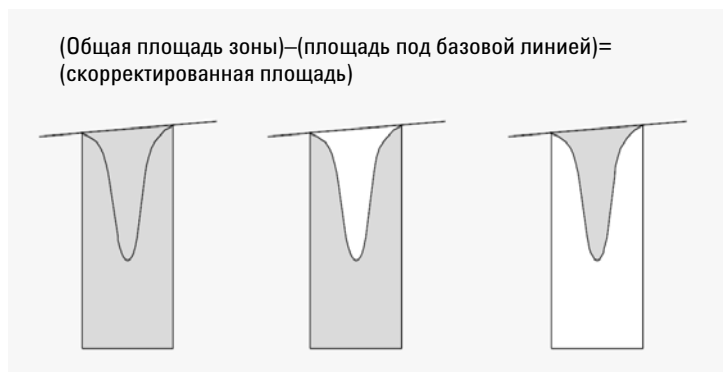

Рисунок 21 Измерение площади отрицательных пиков
- для пиков выявленных по касательной (T), как площадь над обновленной базовой линией,
- для пиков растворителя (S), как площадь над горизонтальным продлением из последней обнаруженной точки базовой линии и под обновленной базовой линией, полученной для пиков выявленных по касательной (T). Пик растворителя может увеличиваться слишком медленно чтобы быть распознанным, или же в ходе анализа возможно появление группы пиков, которую следует обрабатывать как пик растворителя с множеством наездников. Обычно такой пик включает группу слившихся пиков, где один гораздо больше, чем остальные. Простая разметка линией проекции будет завышать результаты обработки последующих пиков, так как они, на самом деле, находятся на заднем склоне первого пика. При принудительном распознавании первого пика как пик растворителя, остальная часть группы отделяется от заднего склона,
- отрицательные пики, которые встречаются ниже базовой линии, имеют положительную площадь, как показано на Рисунок 21 на странице 50.